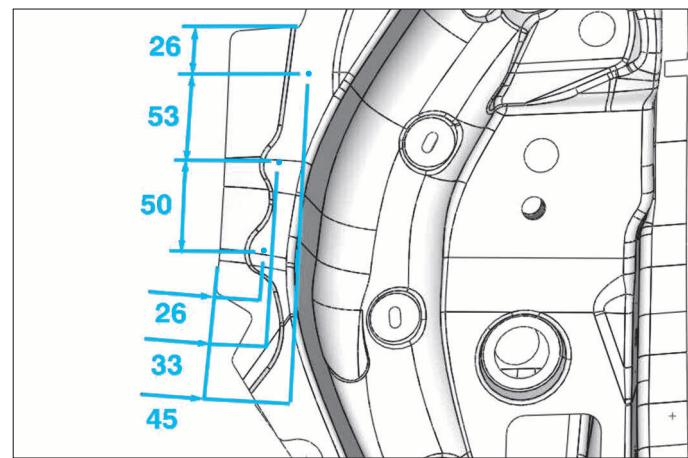

FIG. 53
- Tracer puis percer 3 trous de Ø 6.5 mm suivant les cotes indiquées pour soudeage ultérieur par points bouchons (Fig.53).